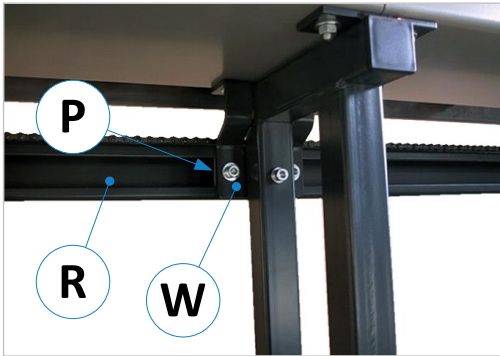
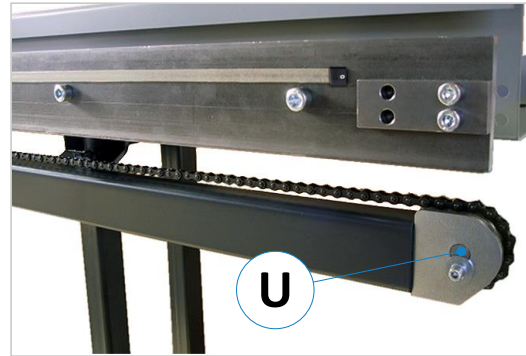

Figure 11 : montage du tube guide-chaîne
Figure 12 : renvoi de chaîne
- **Uniquement EXAKT A** : Les tubes du guide-chaîne (**R**) sont simplement glissés sur les plaques de serrage prémontées (**P**) sur les supports angulaires (**W**) - voir ⇒ Figure 11 - et ensuite fixés en alignement à l'aide de vis à six pans creux. Le renvoi (**U**) pour la chaîne est monté sur les pièces d'extrémité ⇒ Figure 12).